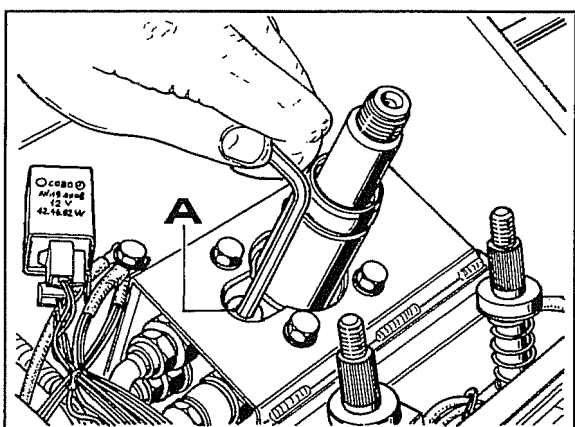
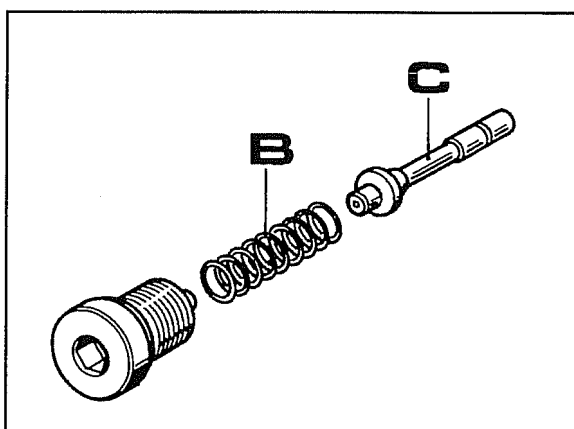

Fig. 58
Fig. 59
- c. Svitare il tappo **A** fig.58 facente parte della valvola di massima, quindi estrarre la molla **B** e il perno **C** (fig.59).
- d. La fig.59 mostra i componenti della valvola di massima che vanno accuratamente lavati, soffiati e oliati con olio dello stesso tipo, prima di essere rimontati.